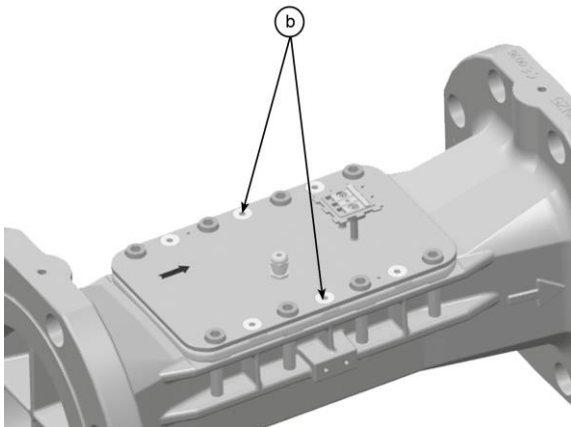

Abb. 16: Schrauben „b“
- Lösen Sie die 2 Schrauben „b“ (siehe Abb. 16).